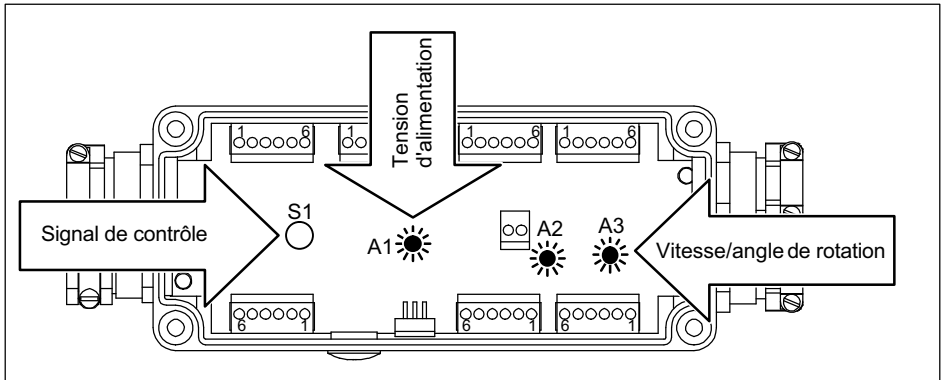

Fig. 5.5 DEL de contrôle et bouton pour signal de contrôle
- avec le bouton S1 sur le circuit imprimé (en le maintenant enfoncé ; voir Fig. 5.5).